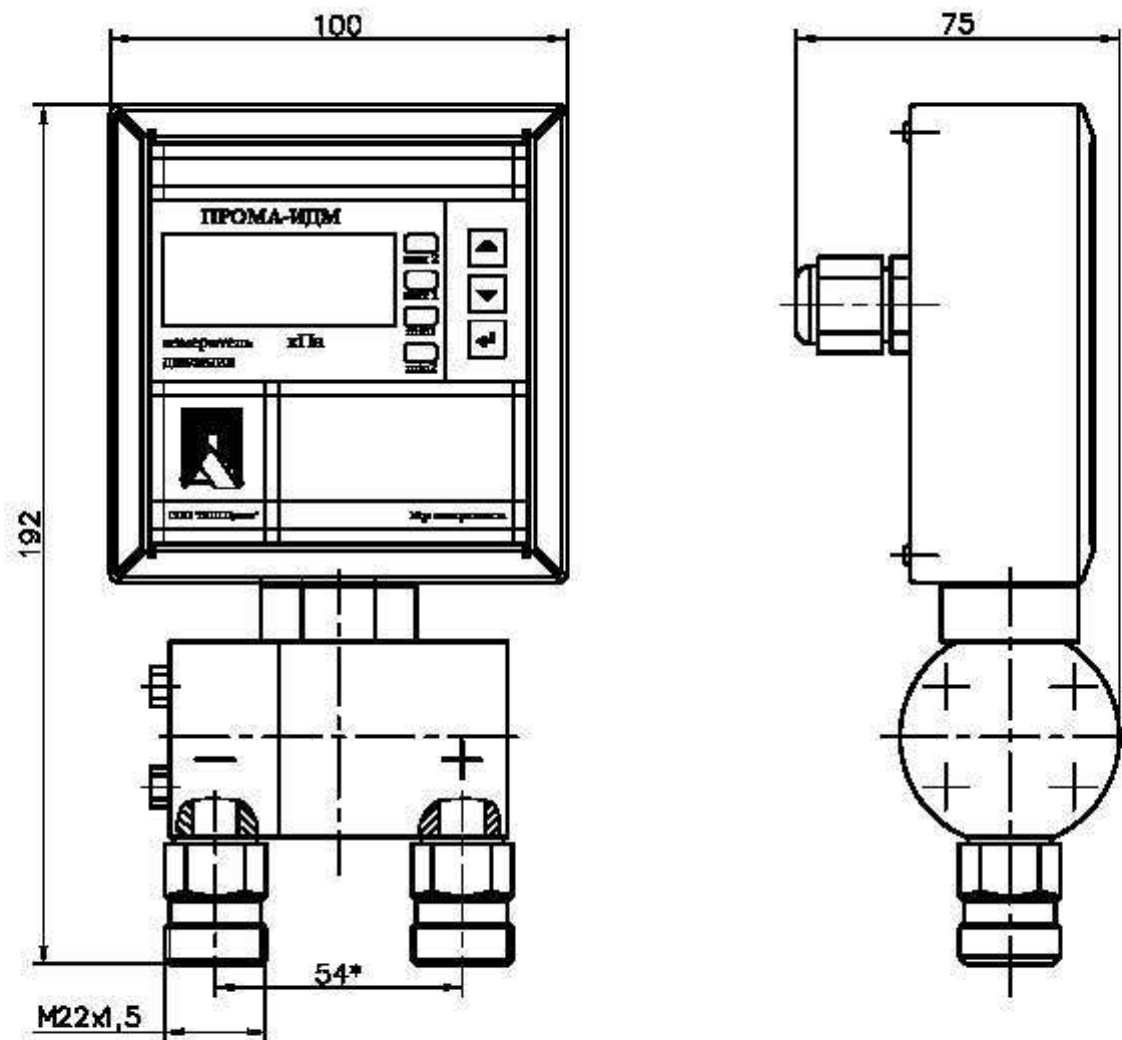

Рис. 3.5.Измеритель ПромА-ИДМ-ДД-Р (газ). Исполнение для штуцерно-резьбового монтажа.-моноблок. Габаритный чертёж.
- Рис. 3.5. Измеритель Прома-ИДМ-ДД-Р (газ). Исполнение для штуцерно-резьбового монтажа. Габаритный чертеж.